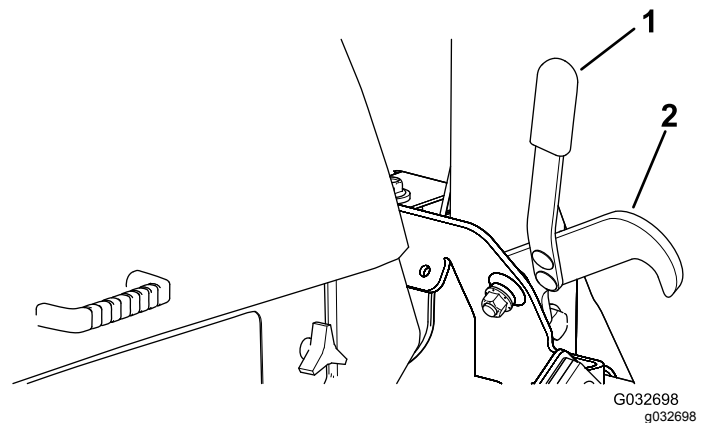

Figura 46
2. Utilizzando la maniglia, sganciate i fermi che fissano i piatti in posizione sollevata (Figura 46).